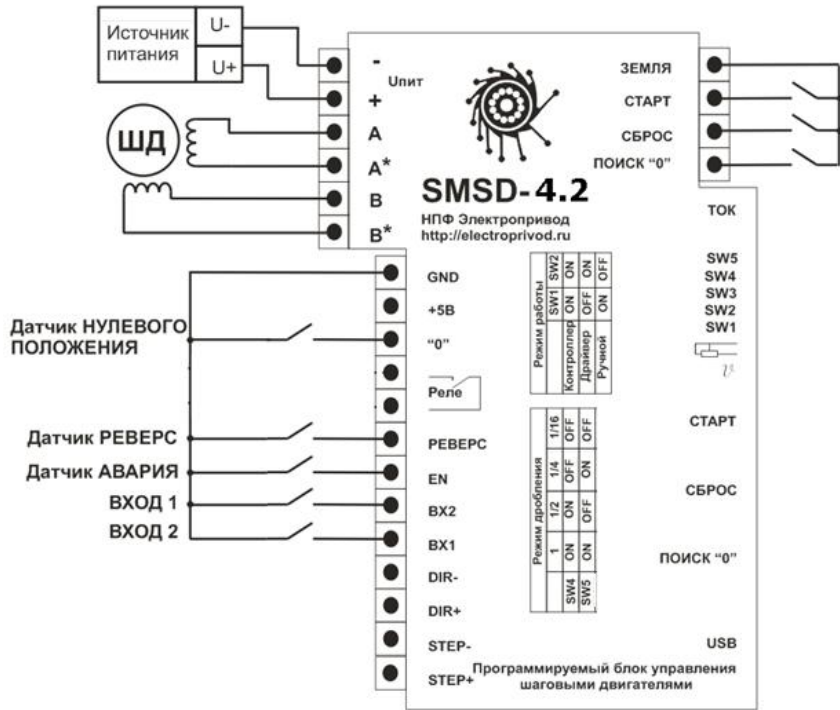

Рис.2. Схема подключения блока в режиме контроллера.
1. Выполните соединение блока с ШД, датчиками и источником питания согласно схемам рис.2 – 5.
Пример подключения к датчику приведен на рис.5. Схемы подключения блока в различных режимах работы приведены на Рис. 2 - 4.